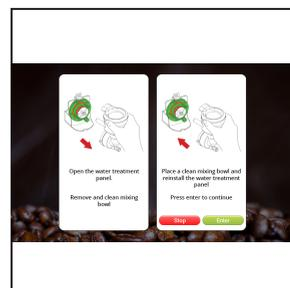

Fig. 6
5. Il display mostrerà **Reinstallare la vaschetta di miscelazione pulita e il pannello. Premere Invio per continuare.** Premere INVIO. (Vedere la fig. 6)